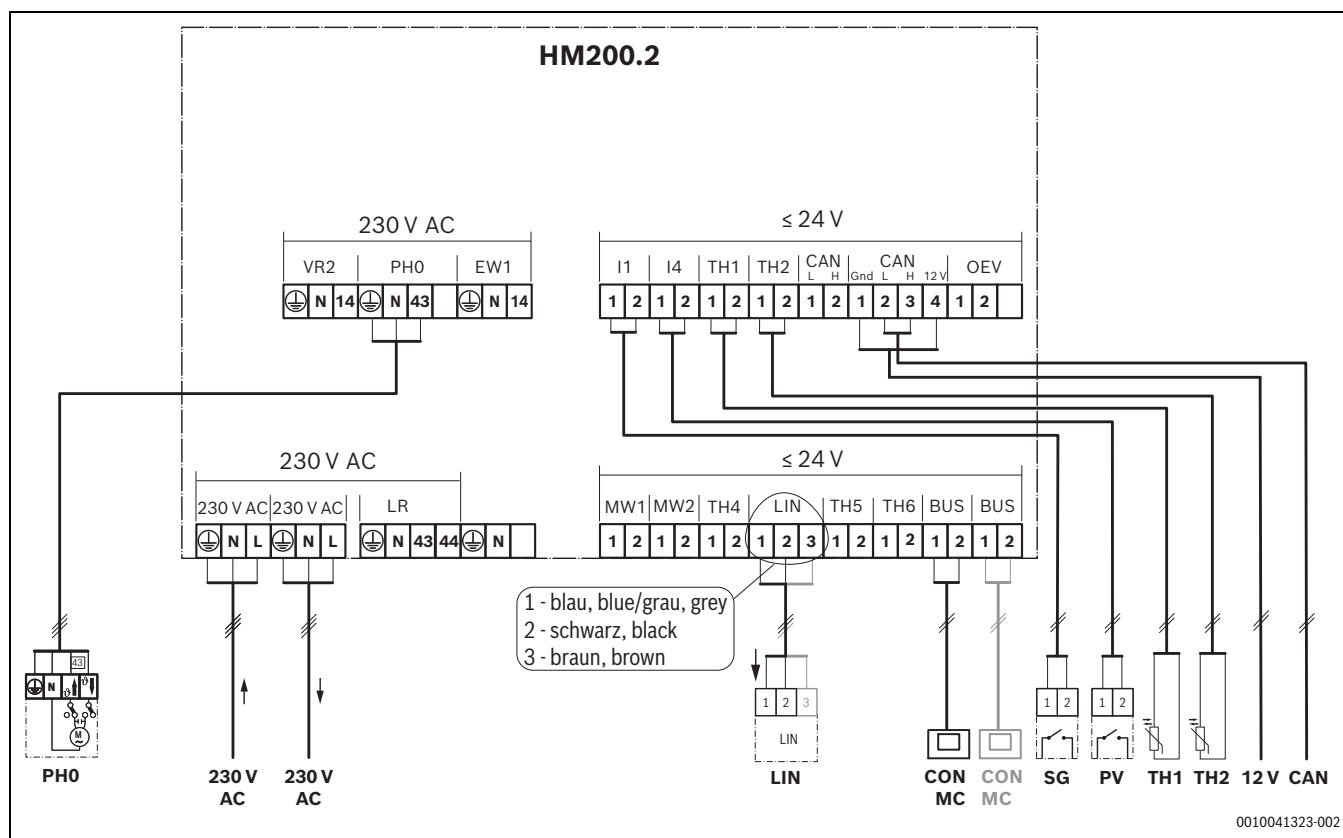

Bild 3 Überblick Anschlussklemmenbelegung
- Sicherstellen, dass die Kabel an den entsprechend markierten Anschlüssen des Moduls angeschlossen sind (→ Bild 3).